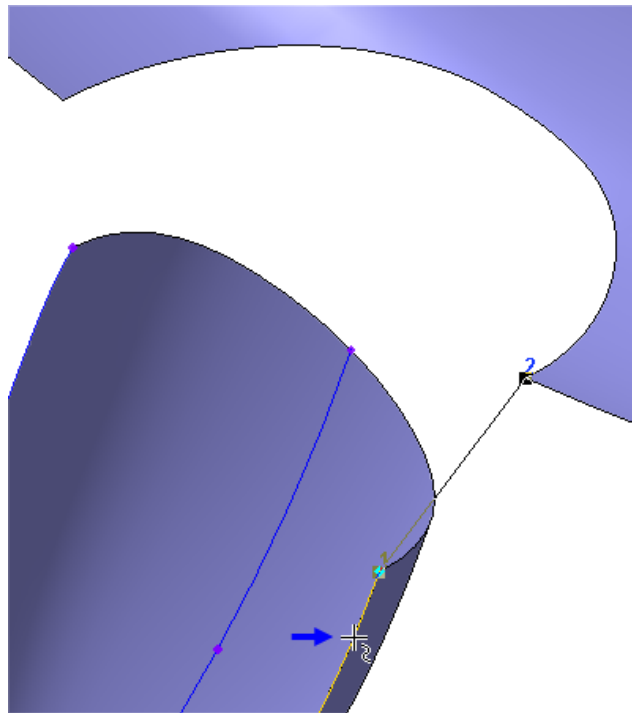

Рисунок 60
- Укажите ребро, пересекающее сплайн в точке 1 (рис.60).